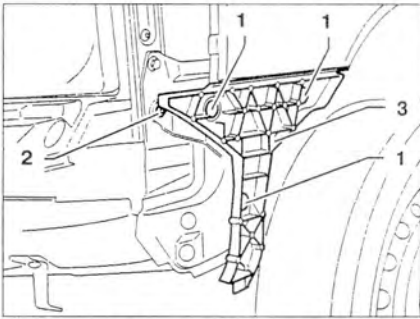

Рис. 10.4. Извлеките верхние распорки 1 и снимите направляющую бампера 3 с автомобиля и открутите винт 2.
5. Извлеките верхние распорки 1 и снимите направляющую бампера 3 с автомобиля и открутите винт 2 (рис. 10.4).